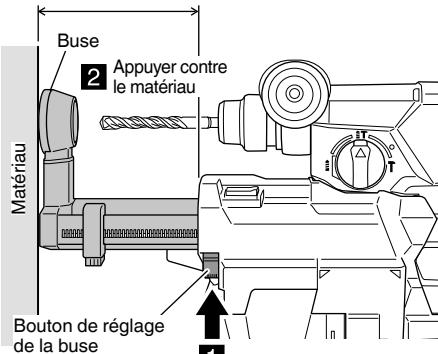

Fig. 5
- Appuyer sur le bouton de réglage de la position de la buse et s'assurer que la buse en complètement déployée. (Fig. 5)
- Tout en maintenant l'outil de telle manière à ce que le commutateur ne soit pas enfoncé, placer la buse contre le matériau à percer. (Fig. 5)